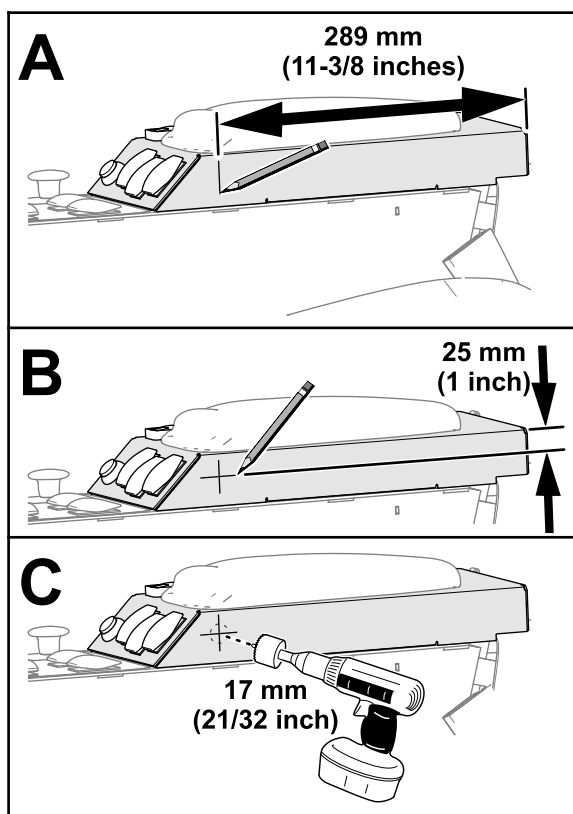

Figure 3
3. Mesurez 289 mm (11 3/8 po) à partir de l'arrière du bras de la console et faites un repère sur la surface du panneau gauche de la console (Figure 3).
4. Mesurez 25 mm (1 po) à partir du haut du bras de la console et faites un repère sur la surface du panneau gauche de la console (Figure 3).
6. Percez un trou de 17 mm (21/32 po) à l'emplacement marqué au pointeau (Figure 3).